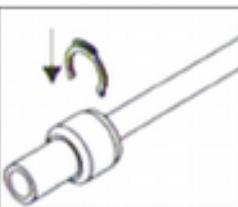

Рис. 5
- Одеть предохраняющий клипс (если присутствует) (рис.5).